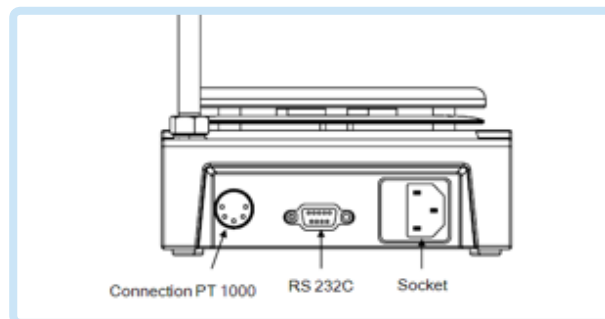

Figure 6 Connexion et communication de données
- Les fonctions des lignes d'interface entre l'appareil de laboratoire et le système d'automatisation sont sélectionnées à partir des signaux spécifiés de la norme EIA RS232C, correspondant à DIN66020 Partie 1. L'attribution de la bague est illustrée dans la Figure 6.